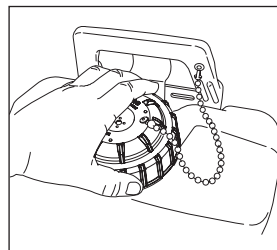

Figure 4.
1. Retirez le bouchon du réservoir. Tournez le bouchon d'un quart de tour dans le sens contraire des aiguilles d'une montre. **Voir la figure 4.**